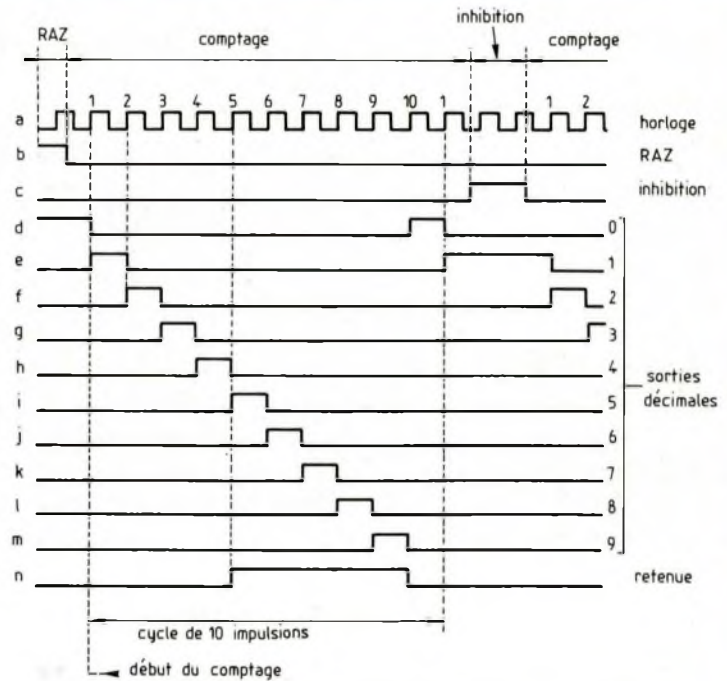

Fig. 2 : Diagramme des états des entrées et des sorties.
Pour l'essentiel et sous certaines conditions précisées ultérieurement, le CD 4017 compte les impulsions positives (ligne **a**, figure 2) appliquées à son entrée d'horloge (broche 14). A chaque instant, une seule des dix sorties, numérotées "0" à "9" (lignes **d** à **m**), se trouve à l'état logique 1 (+5 V). Le flanc montant d'une impulsion d'horloge décale d'un rang cet état. Par exemple, à l'arrivée de l'impulsion n° 2 (figure 2), la sortie "1" retourne à l'état 0, alors que la sortie "2" bascule vers l'état 1. A la dixième impulsion d'horloge, le cycle est terminé ; il se reproduit, de façon identique, à partir de la onzième impulsion.
- l'application d'un niveau 1 sur la broche 13 inhibe le comptage. Les sorties restent figées dans l'état qu'elles occupaient précédemment. C'est la situation illustrée vers la fin de la ligne **c** de la figure 2. Le comptage reprend sur la première impulsion d'horloge qui suit le retour à 0 de l'entrée d'inhibition.